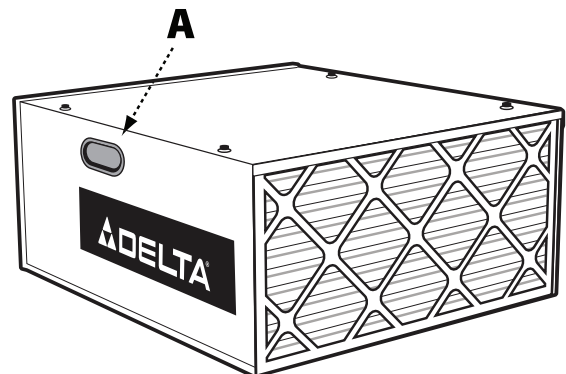

FIG. 4
La caja del purificador de aire cuenta con prácticas manijas para levantar situadas a ambos lados (una se muestra en (A) Fig. 4). Para evitar daños a los filtros de aire, transporte el purificador de aire con los filtros en dirección opuesta a su cuerpo.